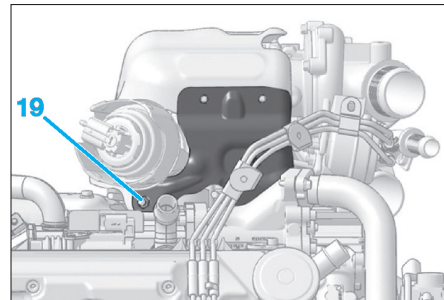

Fig. 51
- la vis (14),
- les 2 écrous (15) de l'écran thermique supérieur (16),
- les 2 vis (17) de l'écran thermique inférieur (18).
- Déposer l'écrou (19) (Fig.51).